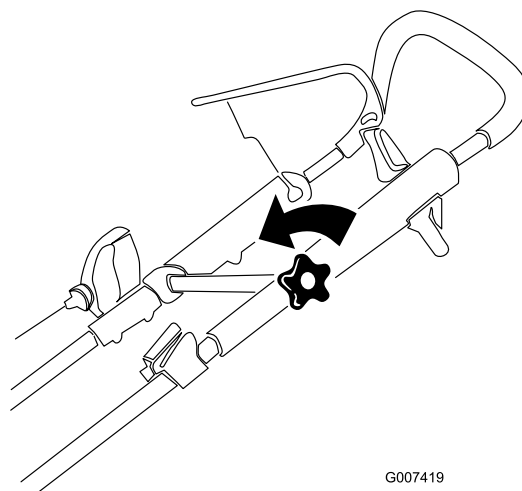

Figure 17
1. Desserrez le bouton de la partie supérieure du guidon (Figure 17).